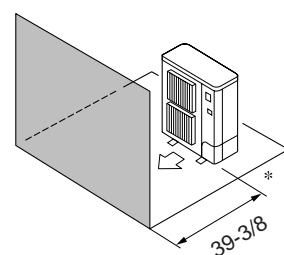

Fig. 2-5
- ④ Obstáculos sólo en la parte delantera (Fig. 2-5)